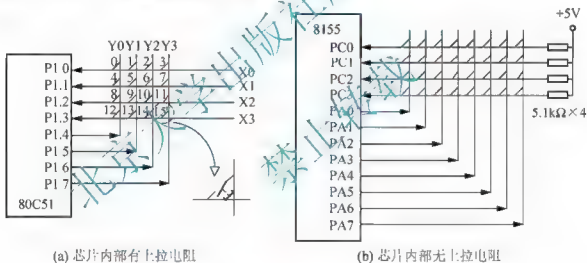

图 6-4 矩阵式键盘
矩阵式键盘采用行列式结构，按键设置在行列的交叉点上。当口线数量为 8 时，可以将 4 根口线定义为行线，另外 4 根口线定义为列线，形成  $4 \times 4$  键盘，可以配置 16 个按键，如图 6-4(a)所示，图 6-4(b)所示为  $4 \times 8$  键盘。
(1) 判断有无按键按下。将行线接至 MCU 的输入口，列线接至 MCU 的输出口。首先使所有列线为低电平，然后读行线状态，若行线均为高电平，则没有按键按下；若读出的行线状态不全为高电平，则可以断定有按键按下。
(2) 判断按下的是哪一个按键。先让 Y0 这一列为低电平, 其余列线为高电平, 读行线状态, 如行线状态不全为“1”, 则说明所按下的按键在该列, 否则不在该列。然后让 Y1 列为低电平, 其他列为高电平, 判断 Y1 列有无按键按下, 其余类推, 这样就可以找到所按下的按键的行列位置。对于图 6-4(a)所示的接口电路, 示例程序如下。
按键处理是根据所按按键散转进入相应的功能程序。为了散转的方便, 通常应先得到按下按键的键号。键号是键盘的每个按键的编号, 可以是十进制或十六进制。键号一般通过键盘扫描程序取得的键值求出。键值是不按键所在行号和列号的组合码。如图 6-4(a)所示接口电路中的按键“9”所在行号为 2, 所在列号为 1, 键值可以表示为“21H”, 也可以表示为“12H”, 表示方法并不是唯一的, 要根据具体按键的数量及接口电路而定。根据键值中行号和列号信息就可以计算出键号: